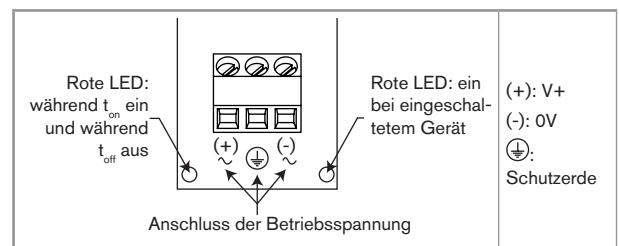
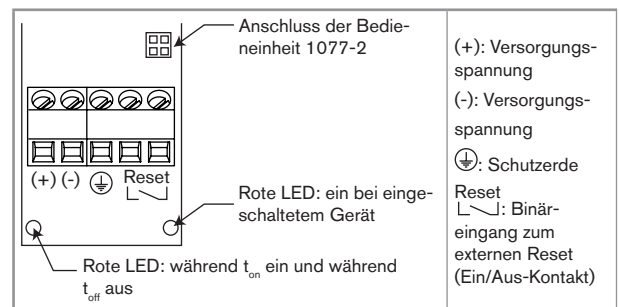

Bild 5: Klemmenbelegung des 1078-1
Bild 6: Klemmenbelegung des 1078-2
- Das Kabel durch die Überwurfmutter dann durch die Kabelverschraubung führen und gemäß *Bild 5* oder *Bild 6* verkabeln.